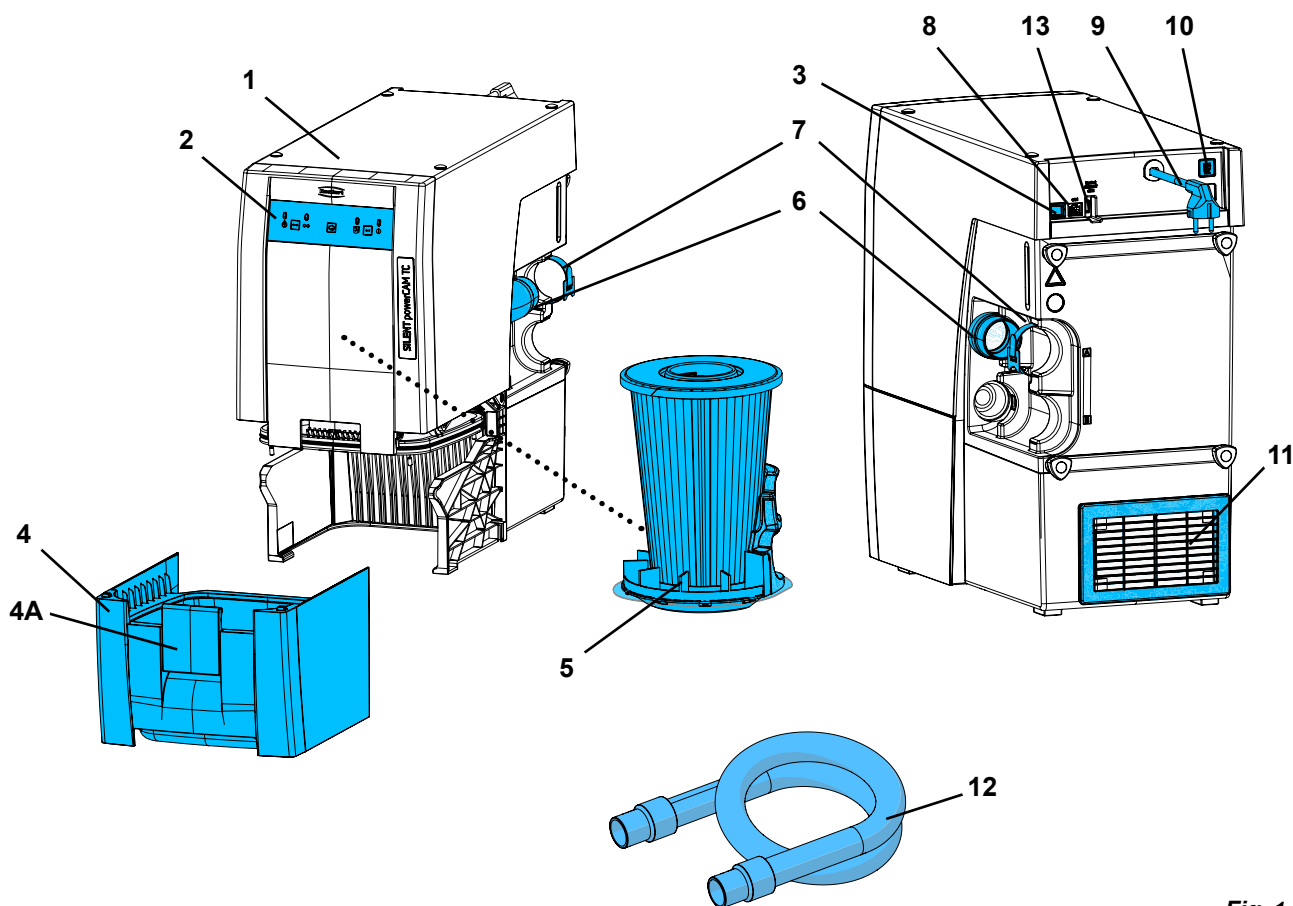

Fig. 1
- la salida de aire (11, Fig. 1) no cuente con ninguna obstrucción.
- Guía externa del aire de escape (A) (véase el cap. 4.6).
- Abertura en la pared posterior del armario (B), mín. 250 x 120 mm, directamente enfrente de la salida del aire de escape (11, Fig. 1).
- Retirar la pared posterior del armario (C), distancia de la pared posterior del armario a la pared mín. 50 mm.
- ⇒ Desconectar el aparato a través del interruptor de conexión/desconexión (3, Fig. 1).
- ⇒ Desenrollar el cable de alimentación (9, Fig. 1) y enchufar la clavija de alimentación en la toma de corriente de la instalación del edificio.